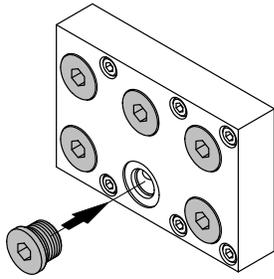

Fig. 5-15
3. Feche as conexões das mangueiras com os bujões Nordson adequados (fig. 5-15).